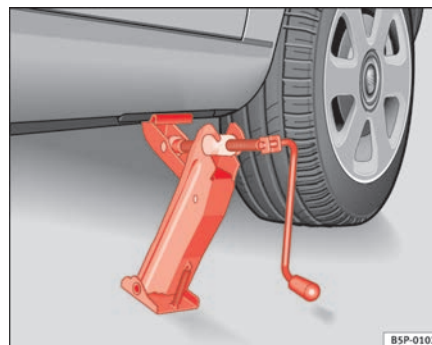

Fig. 177 Posizionamento del cric
- Applicare il cric in modo che la staffa faccia presa in corrispondenza della nervatura del montante inferiore e che la base mobile appoggi bene a terra ⇒ **fig. 177**.